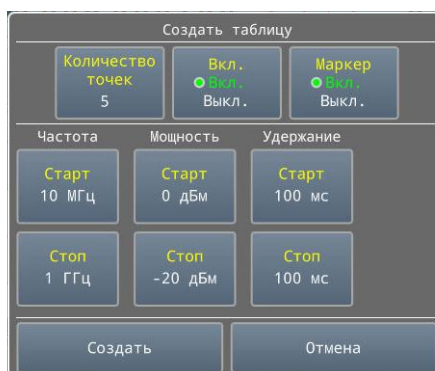

Рисунок 4.8 – Окно автоматического заполнения таблицы
1) Кнопка «» вызывает окно автоматического заполнения таблицы «Создать таблицу» (рисунок 4.8), в котором содержатся следующие элементы управления: